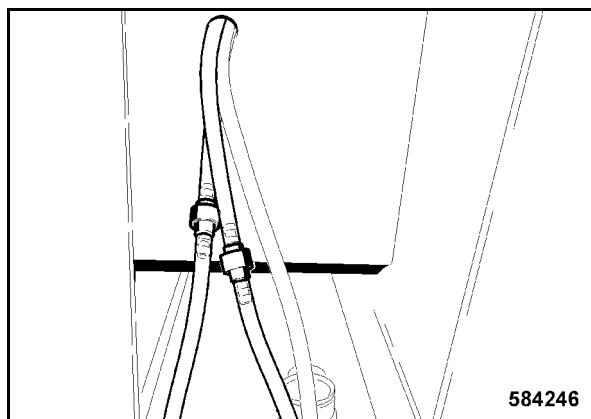

Bild 192
- Kiinnitä tuulilasin ja takalasin pesuvesijärjestelmän letkut 1 (Bild 192).